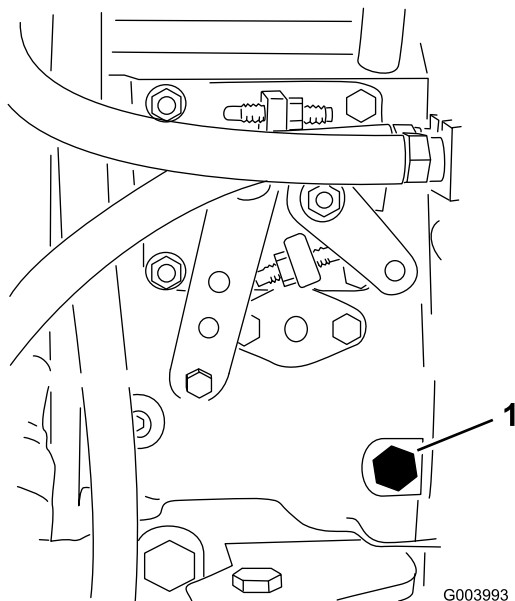

Bild 48
3. Öffnen Sie die Entlüftungsschraube an der Kraftstoffeinspritzpumpe (Bild 48) mit einem 12 mm Schraubenschlüssel.